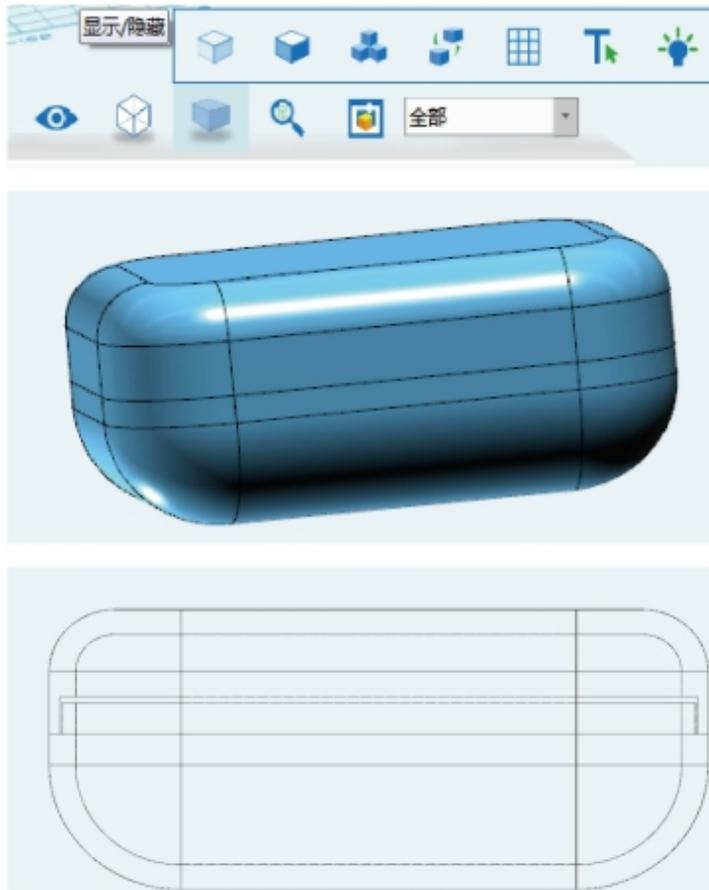

图7-4-16 消隐模式
⑨显示全部实体。单击“显示/隐藏”→“显示全部”，打开“消隐”模式观看棱边配合，如图7-4-16所示。